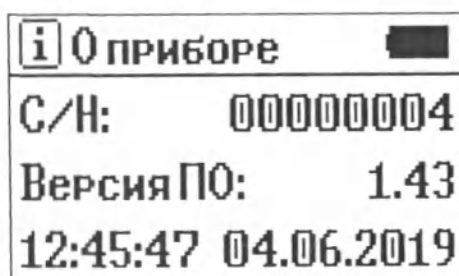

Рис. 3.9. Экран «О приборе»
- «О приборе» — отображает информацию о серийном номере прибора и версии ПО (рис. 3.9).